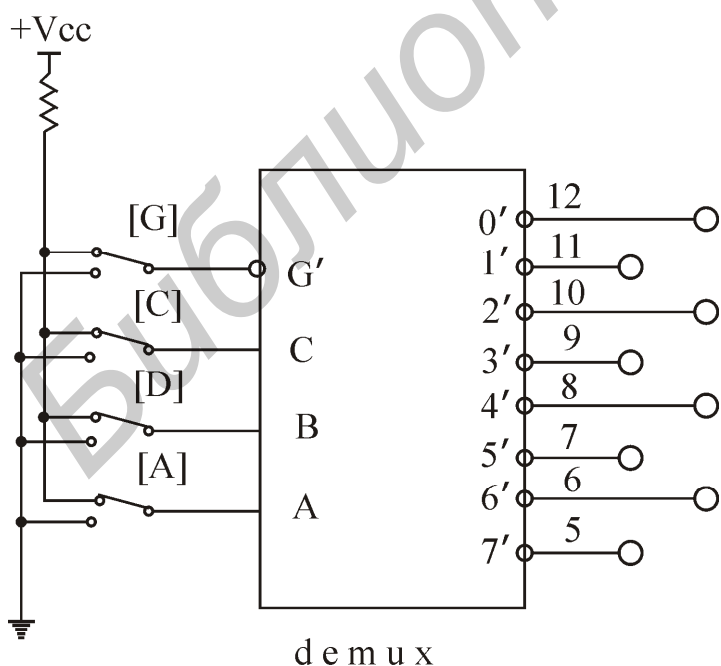

Рис.3.19. Исследование дешифратора
7.1. Соберите схему, изображенную на рис.3.19. Включите схему.